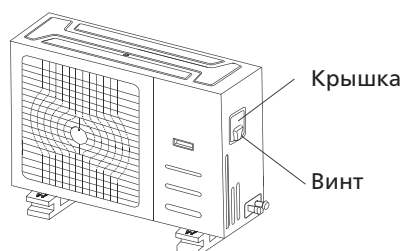

Рис. 8.1
2. Снимите крышку распределительной коробки наружного блока. Если на вашей модели нет такой крышки, отверните винты на сервисной панели и снимите с нее кожух (см. рис. 8.1, 8.2).